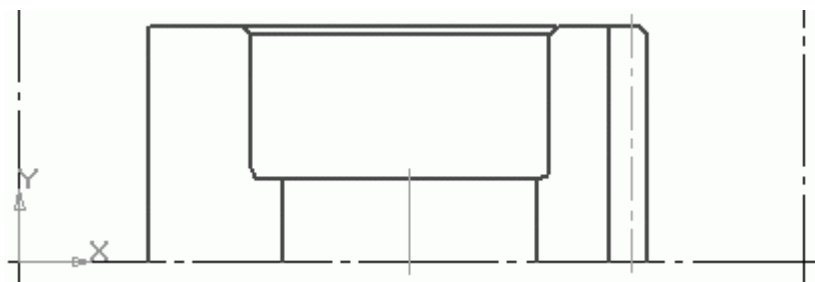

Рис. 2.84. Четверть изображения зубчатого колеса
8. Удалите все вспомогательные линии из вида (команда меню Редактор > Удалить > Вспомогательные кривые и точки > В текущем виде). При помощи команды Фаска панели инструментов Геометрия создайте три фаски (длиной 2,5 мм и углом 45°) на торцах колеса и, используя команду Скругление этой же панели, выполните два скругления (радиусом 4 мм) в местах пересечения диска с ободом и ступицей. Применив команду Отрезок, добавьте недостающие линии, исходящие из фасок. В результате получилась четверть изображения колеса (рис. 2.84).